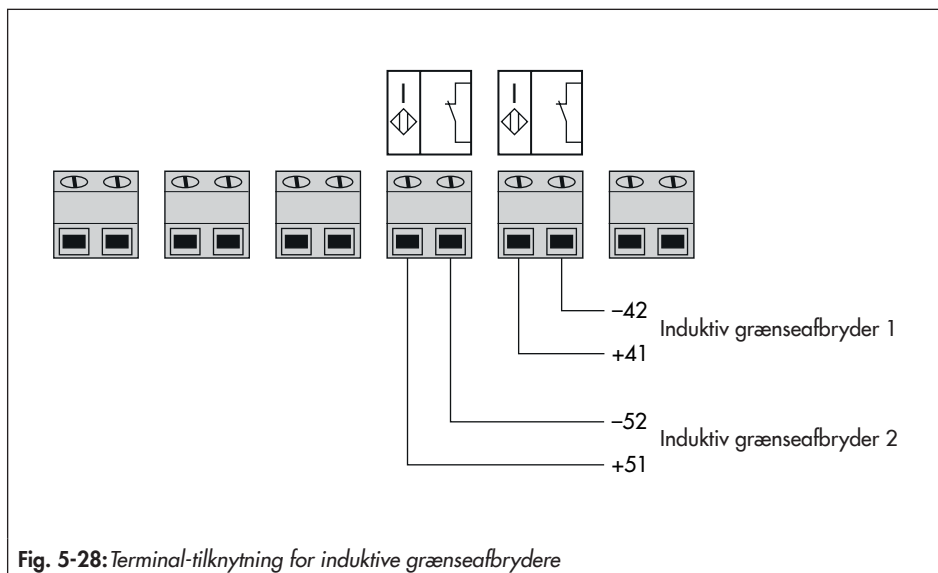
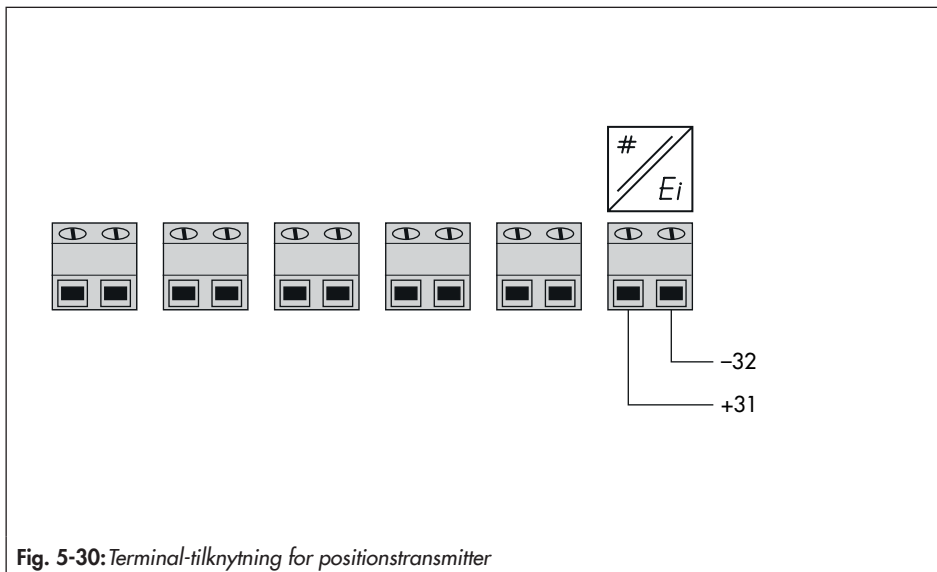

Fig. 5-28: Terminal-tilknytning for induktive grænseafbrydere
Fig. 5-30: Terminal-tilknytning for positionstransmitter
- Tilslut ekstraudstyr som beskrevet i Fig. 5-28 til Fig. 5-30, hvis nødvendigt.